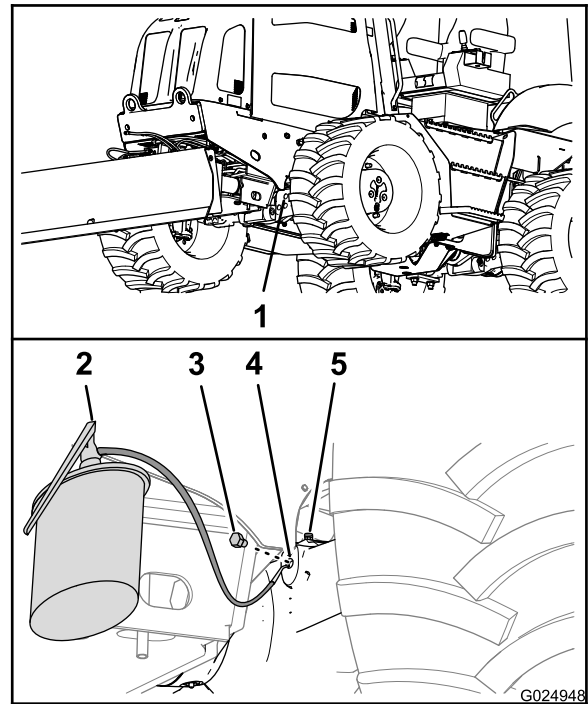
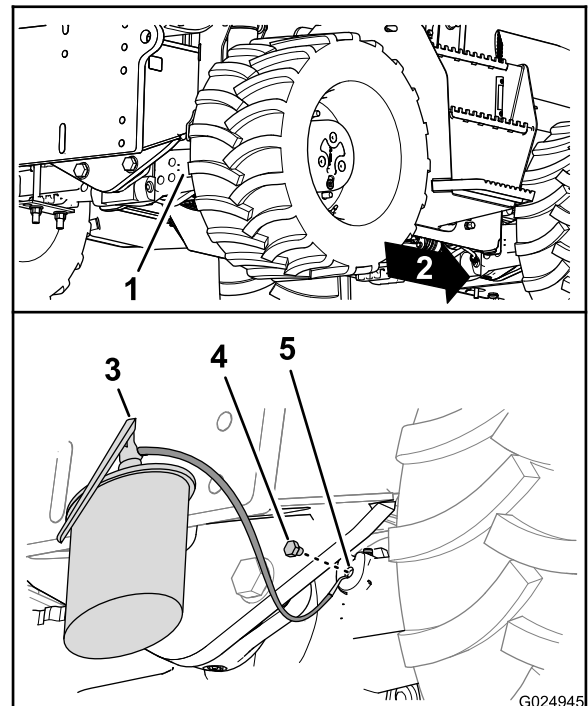

Figure 90
Figure 91
5. Revissez les bouchons dans les orifices de vidange des cartes de pignons (Figure 90 et Figure 91).
6. Versez l'huile spécifiée dans les ponts par l'orifice de contrôle, jusqu'à ce que le niveau atteigne les filets au bas de l'orifice (Figure 90 et Figure 91).
8. Revissez les bouchons dans les orifices de contrôle des carters de pignons des ponts (Figure 90 et Figure 91).